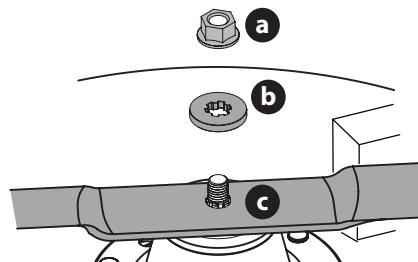

Figure 62
2. Retirez le contre-écrou à collerette (a) et la rondelle plate (b) de l'arbre de broche et retirez la lame (c) (Figure 62).